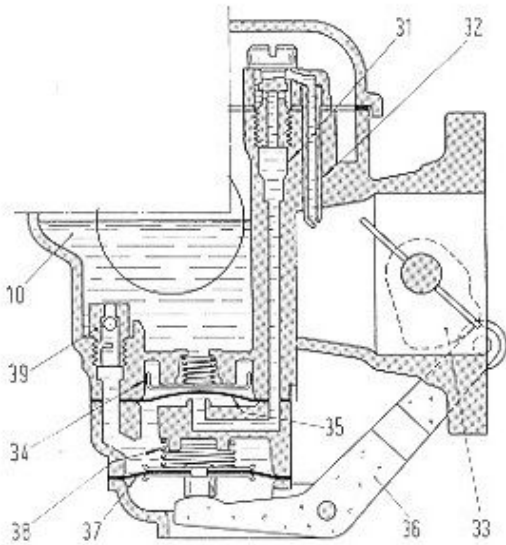

Abb. 50 - Schnitt zur Veranschaulichung der BESCHLEUNIGERPUMPE
**BESCHLEUNIGUNGSPUMPE (Abb. 50)**